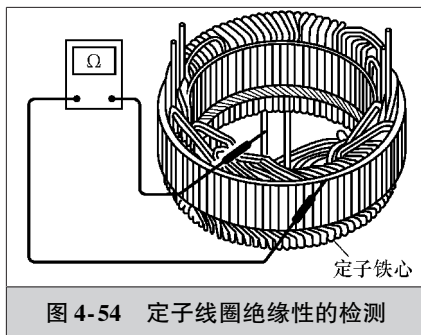

图 4-54 定子线圈绝缘性的检测
2) 如图 4-54 所示，将万用表旋转至欧姆档，然后将红黑两支表笔，一支压放在中性点 N 上，另一支放在定子壳体上，万用表上的数字应不变，否则说明三相绕组有搭铁故障，需更换或重新绕制。